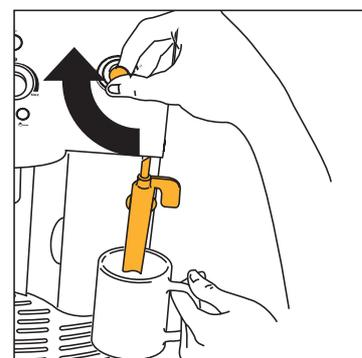
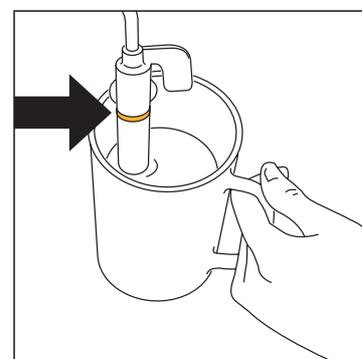

Fig.23
Fig.24
- **Tout de suite après, dans les deux minutes qui suivent** (autrement la machine revient automatiquement à la fonction café) plongez la buse à cappuccino dans le lait (fig. 23) en veillant à ne pas immerger la ligne en relief sur la buse (indiquée par la flèche fig. 24). Tournez le robinet vapeur d'un demi-tour en sens inverse des aiguilles d'une montre (fig. 5). Attention à ne pas vous brûler ! La vapeur qui sort de la buse à cappuccino donne au lait un aspect crémeux et va augmenter son volume. Pour obtenir une mousse plus crémeuse, immergez la buse à cappuccino dans le lait et, dans un mouvement rotatoire, montez et descendez lentement le récipient. (Il est conseillé de ne pas faire sortir de vapeur pendant plus de 2 minutes à la fois.)